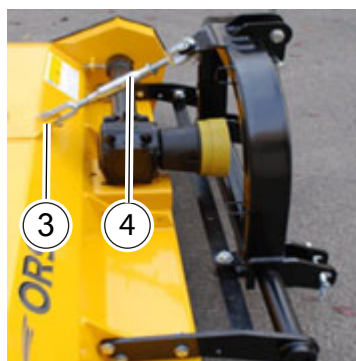

Fig.34
- Appoggiare a terra il gruppo di spostamento. Avvicinare il braccio superiore (4, "Fig.34") al punto di attacco sulla struttura. Avvitare la vite (3, "Fig.34")
- To support the group of move to earth. Bring the superior arm (4, "Fig.34") near to the linkage point on the structure. Tighten the screw (3, "Fig.34")
- Deposer par terre le groupe de déplacement. Approcher le bras superieur (4, "Fig.34") au point d'accrochement sur la structure. Visser la vis (3, "Fig.34")
- Der Verschiebung Gruppe auf dem Boden setzten. Bringt den oberen Arm (4, "Fig.34") an dem Befestigungspunkt an der Struktur. Ziehen Sie die Schraube (3, "Fig.34")
- Apoyar al suelo el grupo de desplazamiento. Llevar el brazo Superior H (4, "Fig.34") al enganche de la estructura. Atornillar el tornillo (3, "Fig.34")
- Colocar o grupo de deslocamento no solo. Aproximar o braço superior (4, "Fig.34") ao ponto de fixação na estrutura. Apertar o parafuso (3, "Fig.34")